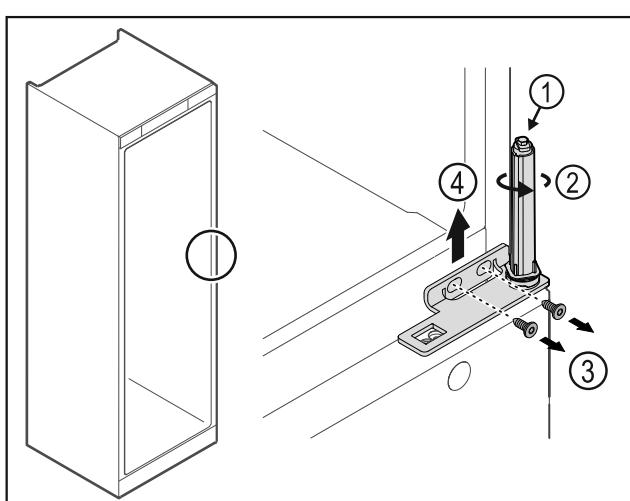

Fig. 33
- Μην αποσυναρμολογείτε το σύστημα κλεισμάτος πόρτας Fig. 33 (1).
- Περιστρέψτε το σύστημα κλεισμάτος Fig. 33 (2), μέχρι να κάνει κλικ.
- Λύστε τις βίδες Fig. 33 (3), αφαιρέστε τη γωνία μεντεσέ προς τα επάνω Fig. 33 (4).